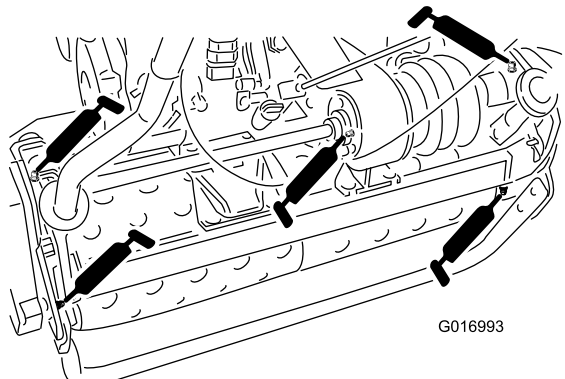

Figure 25
- 2 sur les axes du tambour (Figure 25)
- 3 sur le différentiel (Figure 25)